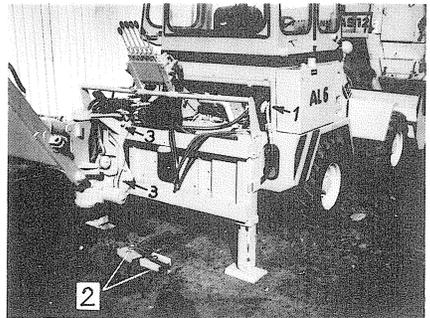

Bild 16
- (2) Hochdruckschläuche des Heckbaggers mit dem Grundgerät an den Schnellkupplungen verbinden (Bild 16/1).
Klemmprätzen vom Heckbagger demontieren (Bild 16/2).
Für die seitliche Verschiebung des Schlittens vom Auslegerarm, werden alle 4 Klemmschrauben des Schlittens (Bild 16/3) gelöst. Der Auslegerarm wird um 90° auf die Seite des Knickladers verschwenkt, auf welche man den Schlitten verschieben will. Unter Zuhilfenahme des im Boden eingehakten Kübels und der Hydraulik, wird der Schlitten in die gewünschte Stellung gezogen. Danach müssen alle Klemmschrauben des Schlittens fest angezogen werden.